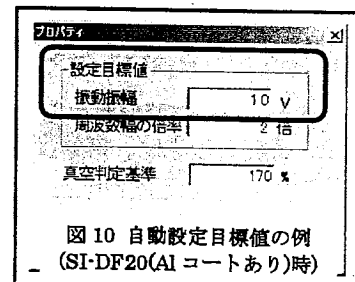

図 10 自動設定目標値の例 (SI-DF20(AI コートあり)時)
- (3) 位相カーブを同時測定する場合は、[位相測定]および[位相調整]もチェック
- (4) [プロパティ]ボタンをクリック →[プロパティ]ダイアログ表示
- (5) 自動設定の目標値([振動振幅])を設定(図 10 参照)
- (6) [プロパティ]ダイアログを閉じる
- (7) [自動設定]をチェック
- (8) [スタート]をクリックして Q カープ(および位相カーブ)を測定 →直ちに測定周波数の最適値(動作点)を求め、Q 値等と共に表示
- (9) 必要があれば、キャンバスかファイルに Q カープを残す
- (10) [Q カープ測定]を閉じる